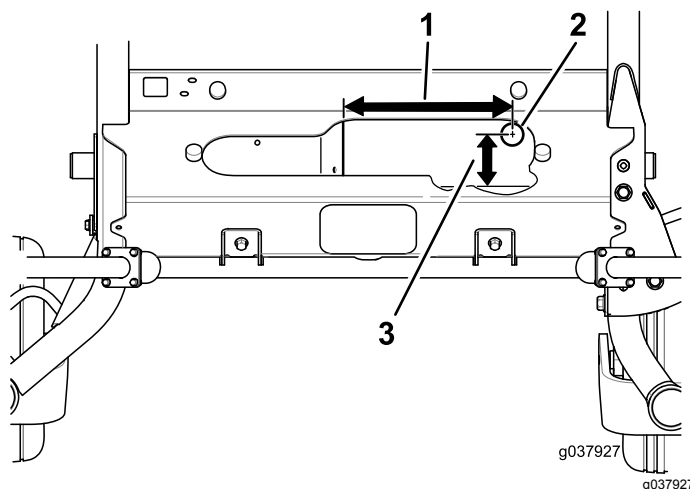

Figura 4
4. Realizzate i fori come illustrato nella Figura 4.